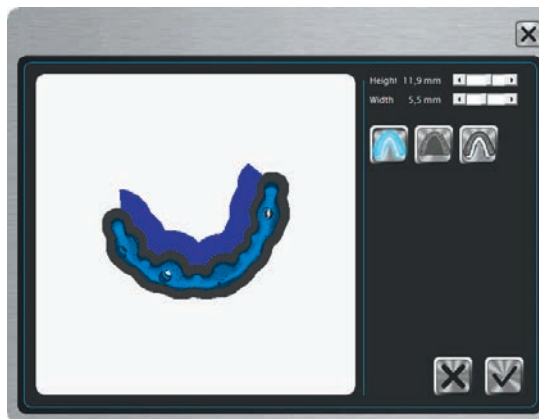

FIGURE 17: FENÊTRE POUR LA POSE DE BARRES/PLAQUES FRITTÉES AVEC BARRE FRITTÉE
- DentalCAM inscrit la barre ou la plaque frittée dans l'image de l'objet (☞ Figure 17).